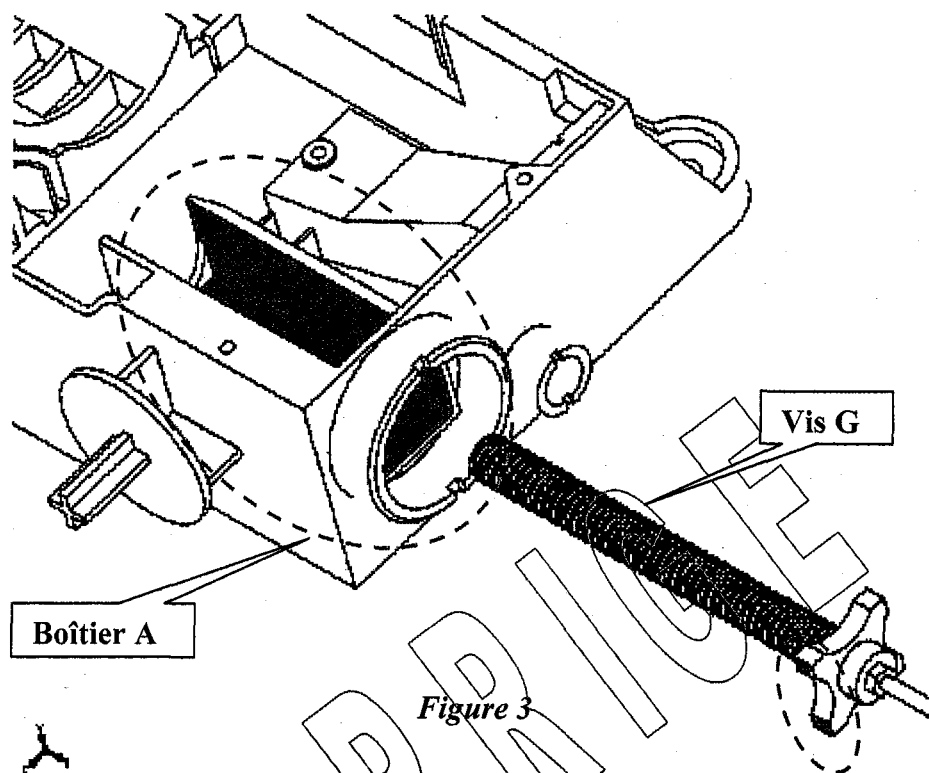

Figure 3
2-2-4 / Coloriez *en vert*, sur le dessin partiel ci-dessous (*Figure 3*), les surfaces visibles du boîtier (A) et de la vis (G) qui participent au guidage en translation.